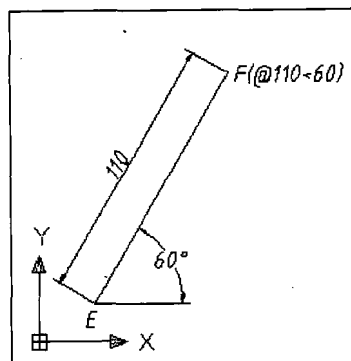

图 1-14 相对极坐标
② 相对极坐标 相对极坐标是指通过某点与前一点之间的距离, 以及两点之间连线与 X 轴正向的夹角来定位该点位置。其输入格式为 “@ 距离 < 角度”。如图 1-14 所示,